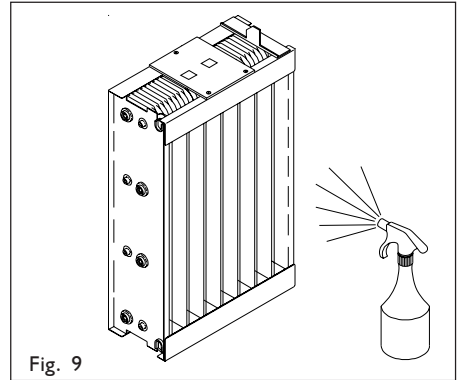

Fig. 9
2. Spruta ELIXAIR tvättvätskeblandning (4 delar vatten och 1 del tvättvätska) på skivorna i filtret. Använd t.ex. en sådan sprutflaska som används för att duscha blomblad (fig. 9).